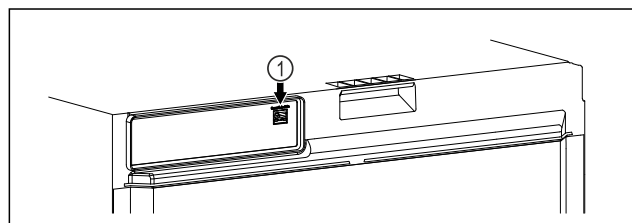

Fig. 101
- SmartModule Fig. 101 (1) 已使用。